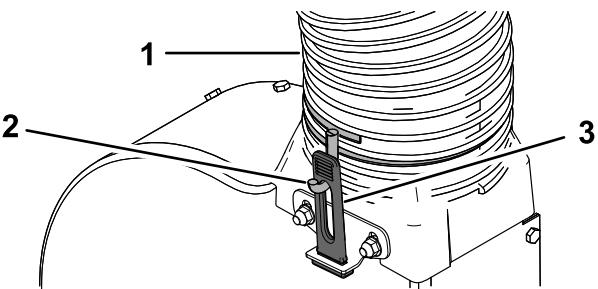

Figura 22
2. Avvitate la fascetta stringitubo sull'altra estremità del nuovo flessibile per 2 o 3 giri (Figura 22).
- Montate il flessibile sulla transizione del soffiatore, in modo tale che il flessibile formi all'incirca una piega di 90 gradi dal cofano. Regolate l'orientamento dei ganci delle fascette stringitubo quanto basta per allinearle con i fermi in gomma e fissate il flessibile tirando i fermi di gomma per inserirli nei ganci (Figura 22).